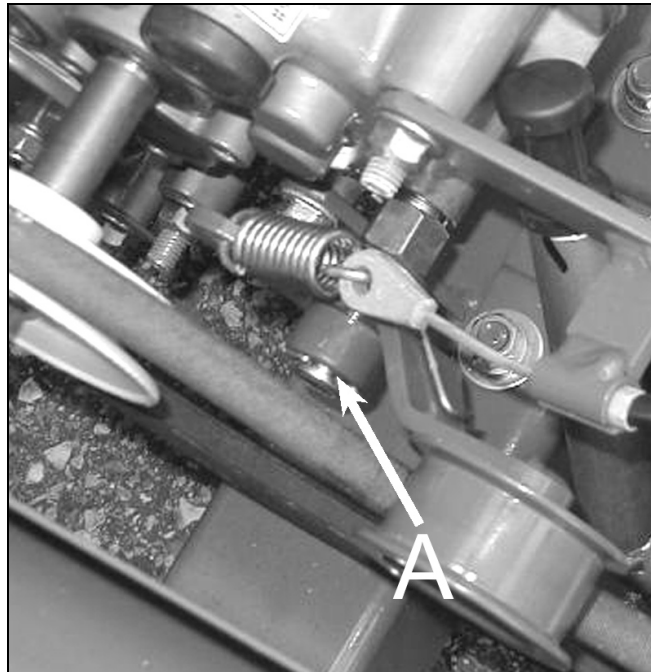

Figure 20
- Axe du tendeur de la courroie de transmission (figure 20, repère A).